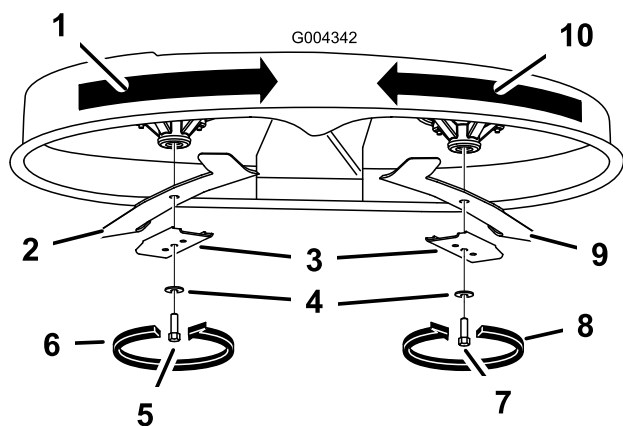

Bild 50
Halten Sie das Ende des Messers mit einem stark wattierten Handschuh oder wickeln Sie einen Lappen um es herum. Entfernen Sie die Messerschraube, Wellenscheibe, Messerverstärkung und das Messer von der Spindelwelle (Bild 50).
1. Setzen Sie das Messer auf die Spindelwelle (Bild 50).
2. Montieren Sie die Messerverstärkung, die Wellenscheibe (Schalenseite zum Messer) und die Messerschraube (Bild 50).